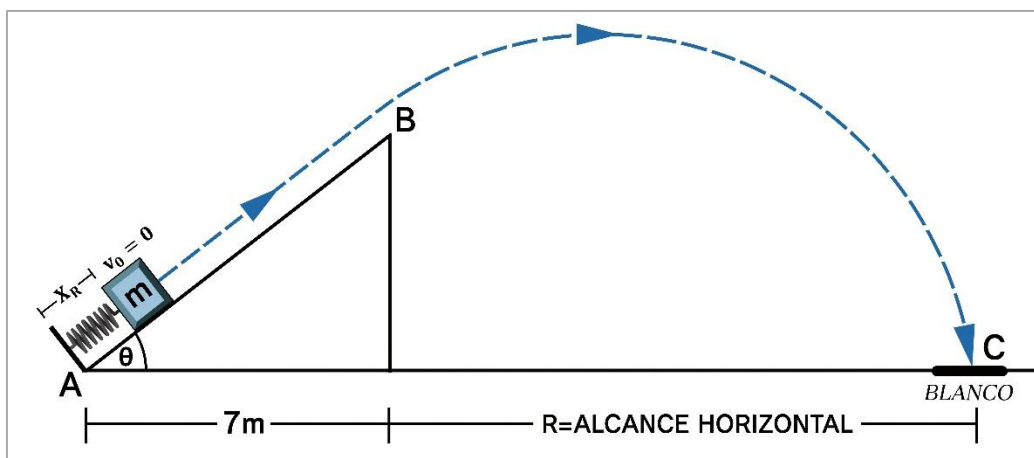

Figura 6. Sistema general.
La práctica de leyes del movimiento está basada en el sistema mostrado en la figura 6, el cual está formado por un plano inclinado con ángulo de elevación variable y un lado fijo de 7 metros de longitud. Sobre este se encuentra ubicado un pequeño cuerpo de masa fija unido a un resorte con constante elástica definida. El sistema está diseñado para que el objeto de masa m se deslice sobre el plano inclinado gracias a la fuerza que el resorte le imprime, como resultado de la compresión a la que es sometido. La distancia de compresión del resorte debe ser suficiente para que el bloque atraviese el plano inclinado y realice una trayectoria de tipo parabólica hasta llegar a un punto o blanco determinado ubicado a una distancia (previamente definida) medida desde el final de la base del plano inclinado.
1. Con base en el sistema de la figura 6 fije el valor del alcance horizontal en $R = 10m$ y escoja un valor de coeficiente de fricción μ del plano inclinado entre 0.1 y 0.6, además de un valor para el ángulo del plano inclinado entre 28° y 35° , para con ello completar la tabla de datos del sistema (tabla 1). Con estos datos determine matemáticamente la longitud de compresión del resorte (X_R) de modo que el bloque pueda ser impulsado a través del plano inclinado, impactando directamente en el orificio del blanco (considere el blanco como un punto).